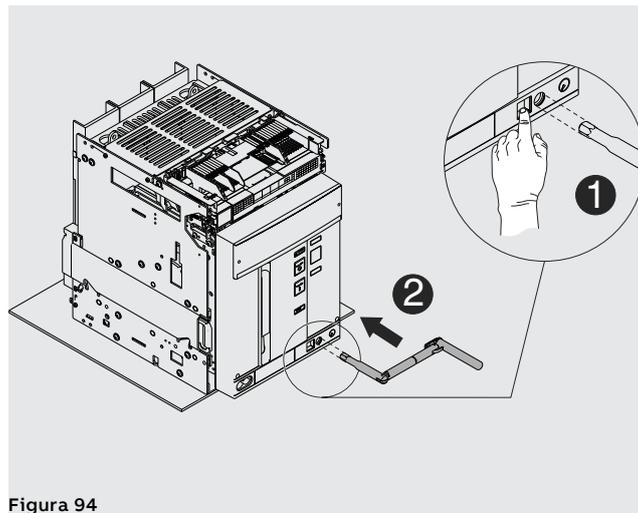

Figura 94
9. Premere il pulsante di blocco ed inserire la manovella nella parte mobile. In questa fase la parte mobile è ancora in posizione **DISCONNECT**. Vedi Figura 94.